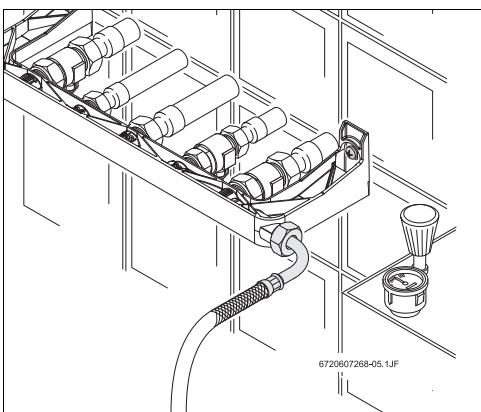

Fig. 5 Teste de estanquicidade
- Verificar a estanquicidade da instalação (Fig. 5).